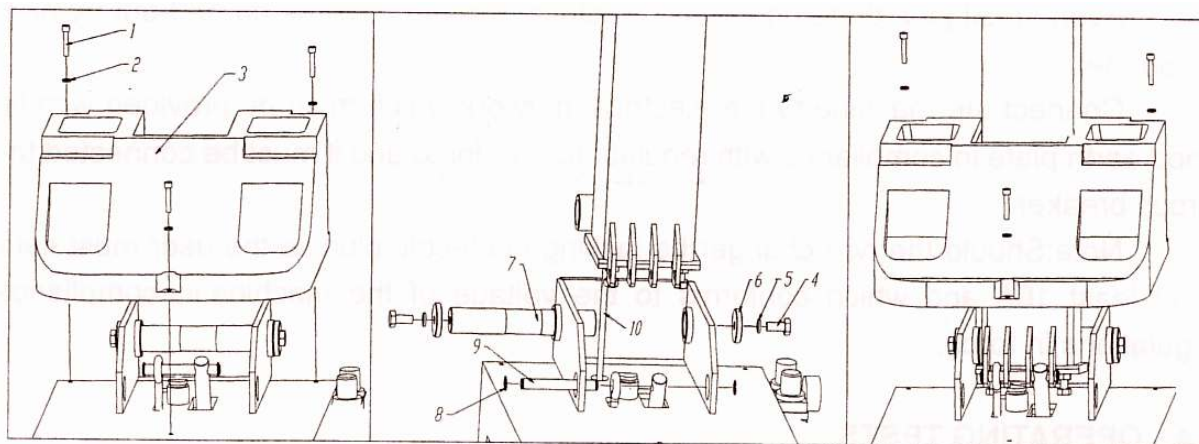
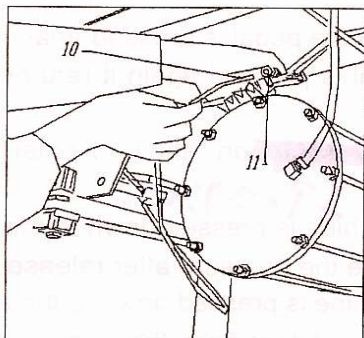

図 5-1
図 5-2
- : パレット (カバー) 固定ネジ (1) ワッシャー (2) ボックス (3) を外して下さい。(図-5-1)
- : パレット固定ネジ (4) ブッシュ (5) ブッシュ (6) 回転軸 (7) を外して下さい。(図-5-1)
- : パレット固定スプリングワッシャー (8) ブッシュ (5) ブッシュ (6) 回転軸 (7) を外して下さい。(図-5-1)
- : 回転軸を設置します (7) ワッシャー (6) ブッシュ (5) とネジ ネジを締めます。
- : 固定ポール (9) をシリンダーポール (10) に通し、リミテーションポール (11) を設置して下さい。ブッシュ (4) を取り付けてください。(図 5-1)
- ボックス (3) ワッシャー (2) とネジ (1) を取り付けてください。
- サイドプレート (1) を外し縦軸アームの中のホースをノズル (2) につなげて下さい。(図 5-2)